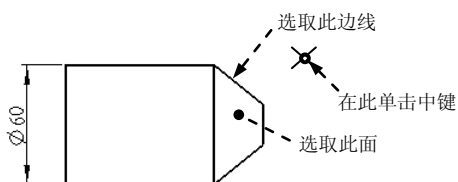
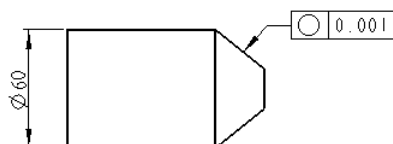

图 5.6.11 定义公差参照 (一)
图 5.6.12 标注“圆度”
Step4. 定义公差参照。在 **参照：区域** 的 **类型** 下拉列表中选择 **曲面** 选项，选取图 5.6.12 所示曲面为公差参照。
(1) 在对话框中 **放置** 区域的 **类型** 下拉列表中选择 **带引线** 选项，在弹出的 **ATTACH TYPE (依附类型)** 菜单中选择 **On Entity (图元上)**  **Arrow Head (箭头)** 命令。
(2) 在系统  **选取多边、尺寸界线、基准点、多个轴线、曲线或顶点。** 的提示下，选取图 5.6.11 所示的边线为放置位置参照。
(3) 在图 5.6.11 所示的位置单击中键，放置“圆度”公差。
Step6. 在 **公差值** 选项卡中，接受系统默认的公差值 0.001，结果如图 5.6.12 所示。